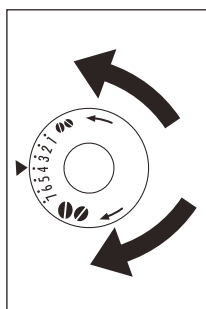

Fig. 40
- Pour une distribution plus lente et un café plus crémeux, tournez d'un cran dans le sens contraire aux aiguilles d'une montre (café moulu plus fin). Pour une distribution plus rapide (pas en goutte à goutte), tournez d'un cran dans le sens des aiguilles d'une montre (café moulu plus gros) (Fig. 40).